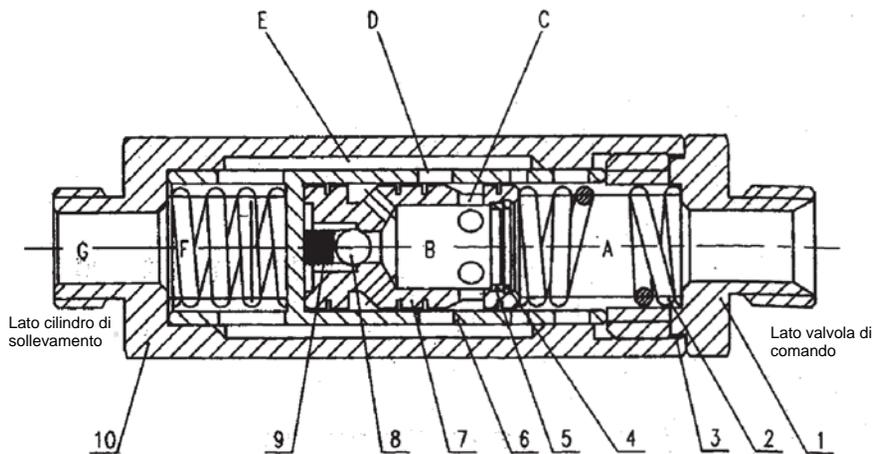

Fig.6.15 Valvola di regolazione del flusso
Il funzionamento della valvola a farfalla è illustrato in Fig. 6.15. Quando le forche vengono abbassate, l'olio di ritorno dai cilindri di sollevamento fluisce all'interno della camera (G). L'olio fluisce quindi attraverso i fori (F), (E), (D) e (C) verso la camera (B) e attraversa la spina della valvola (7) e la camera (A) verso l'interno dei cilindri di sollevamento.